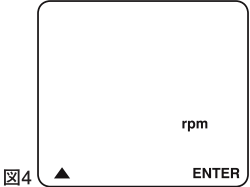

図4
(4)電源がOFFの状態でも⏻ボタン⑤を2秒以上長押しすると"セットモード"に入り図4が表示されます。